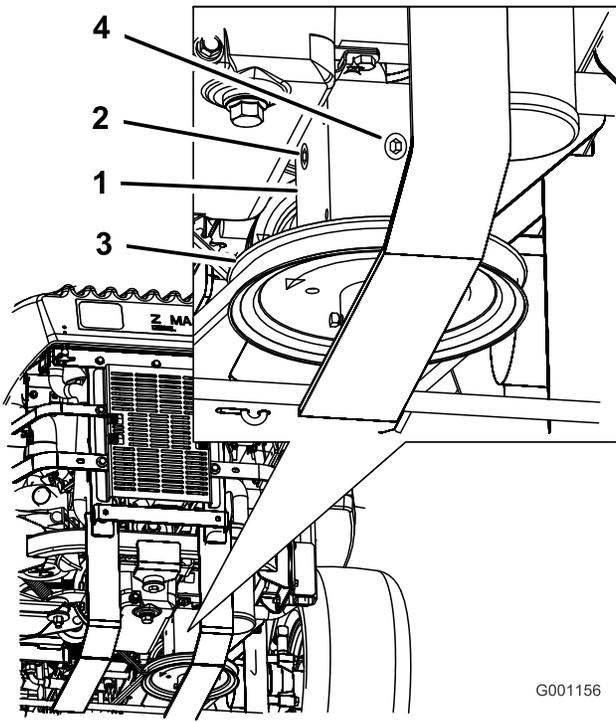

Figura 53
- Retire el tapón lateral o trasero de la caja de engranajes (Figura 53).